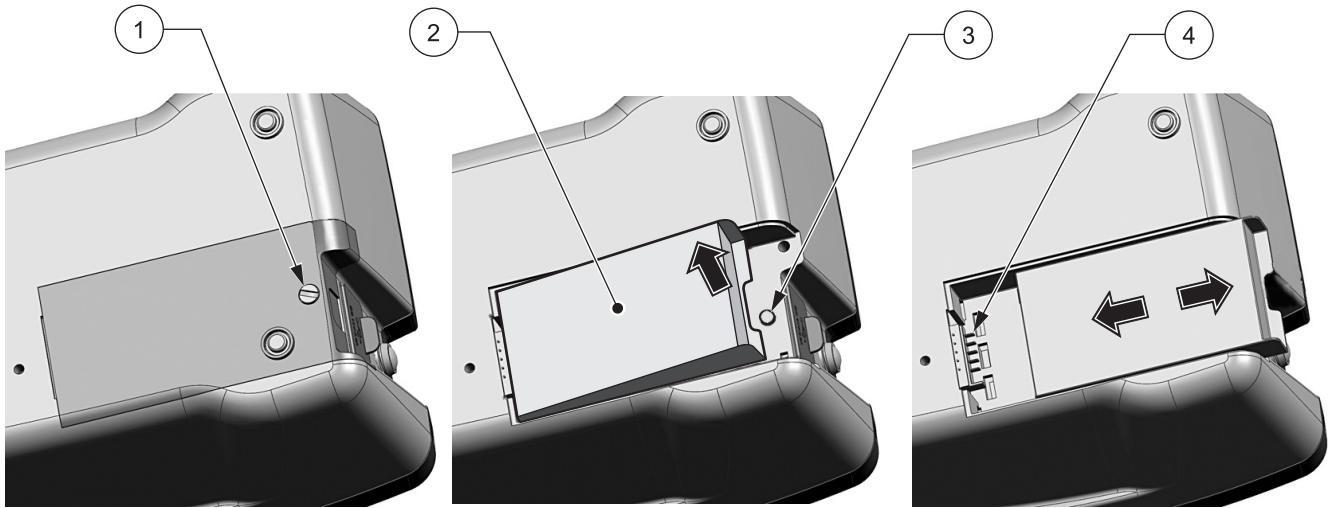

图 11 电池更换
7. 提起盖板螺杆的末端并拉出，取出旧电池 (图 11)。
7. 如安装有电池，请取出 (图 11 参见页码 75)。